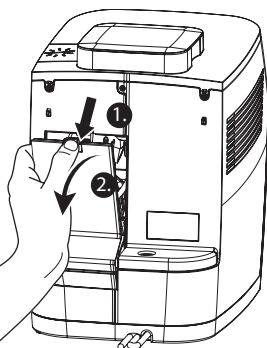

fig. 14: Retirar la tapa de la unidad de vapor
3. Retire la tapa de la unidad de vapor situada en la parte posterior del aparato, pulsando las pestañas con los dedos y tirando hacia usted (fig. 14).